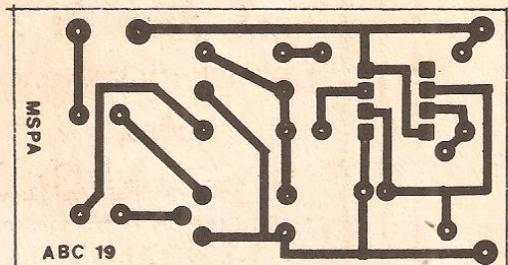

FIG. 3
- FIG. 3 - LAY OUT DO CIRCUITO IMPRESSOESPECÍFICO - O padrão de ilhas e pistas é suficientemente “folgado” para não gerar nenhum tipo de problemas durante a confecção (traçagem, corrosão, furação, limpeza, etc...). Como todas as técnicas de preparo, confecção e utilização de Circuitos Impressos já foram exaustivamente detalhadas nas “Aulas” anteriores do ABC, não vamos “gastar palavras” aqui com o tema.. Só lembramos da “eterna” necessidade de uma boa conferência final, na busca (e para a correção...) de eventuais defeitos, lapsos, curtos, essas coisas... Lembrando que a figura está em escala 1:1 (tamanho natural), e portanto pode ser “carbonada” diretamente da página da Revista... Usar um “xerox” nem sempre é boa idéia, já que algumas dessas máquinas copadoras costumam alterar a proporção real do original (só uns 2 ou 3%) de forma que componentes cujos terminais são rigidamente posicionados e espaçados (como os Integrados, por exemplo...) podem ficar com sua inserção dificultada...